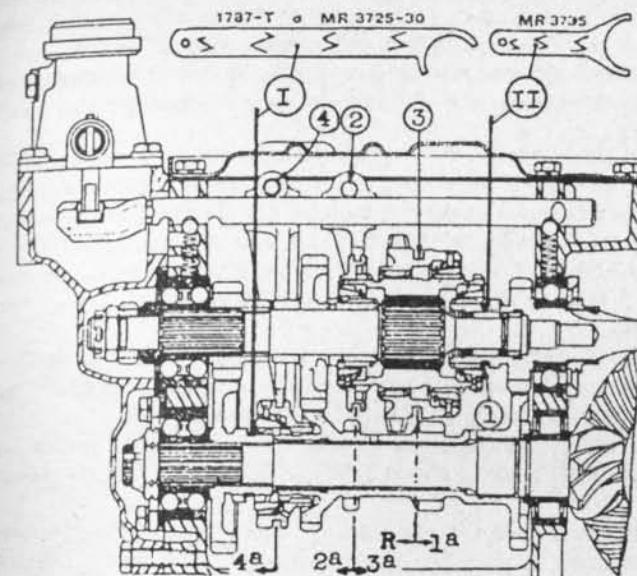

Fig. 5-8.— Regulación de horquillas de caja de cambios 2 y 3CV
a) Regulación de horquilla de 2^a-3^a: Colocar la sonda II sobre el anillo freno del sincronizador de 3^a (1) (Fig. 5-8) en el eje de mando. Correr el sincronizador hasta que tome contacto con la sonda y bloquear en este momento el tornillo de fijación de la horquilla (2).
b) Regulación de horquilla de 1^a-R: Correr el sincronizador de 1^a-R (3) hasta que los dientes interiores de éste se encuentren sobre la parte rectificada del sincronizador de 2^a-3^a. Apretar el tornillo de fijación de esta horquilla, dejando que se vea aproximadamente 1 mm. de este sector rectificado.
c) Regulación de horquilla de 4^a: Poner la sonda I sobre el anillo de freno del sincronizador de 4^a; luego, llevar con la horquilla el sincronizador hasta que se apoye suavemente contra la sonda y bloquear el tornillo (4) de esa horquilla.